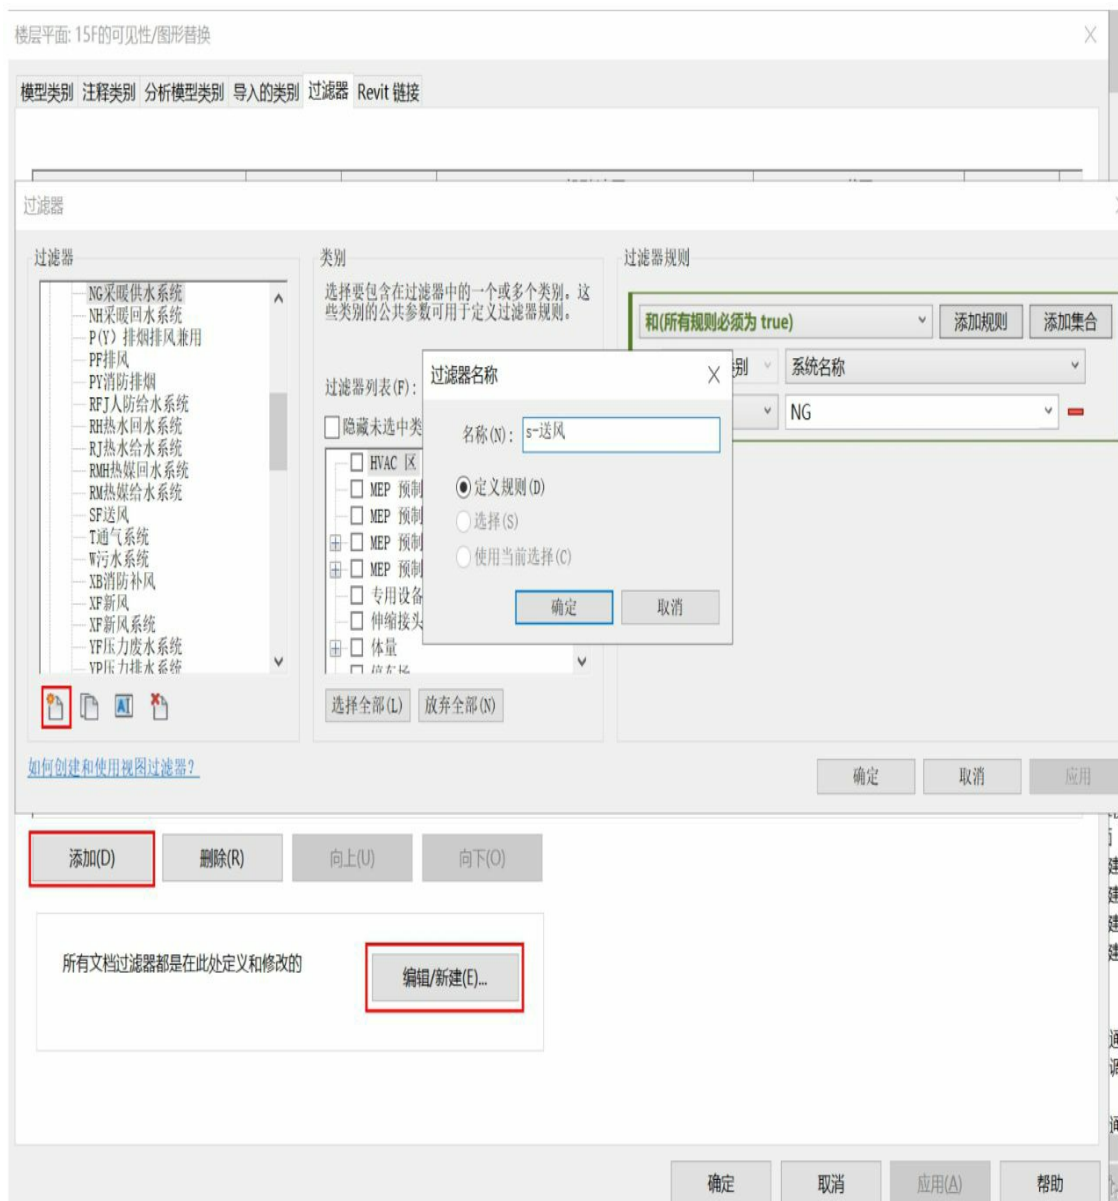

图2-98
(1) 单击“可见性/图形替换”对话框中的“添加”按钮，打开“添加过滤器”对话框，单击“编辑/新建”按钮，打开“过滤器”对话框，单击“新建”按钮，打开“过滤器名称”对话框，将名称定义为“S-送风”，如图2-98所示。